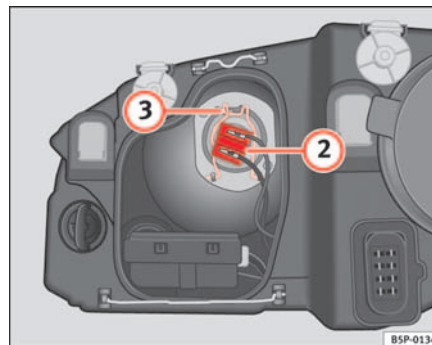

Abb. 176 Abblendlicht
- Ziehen Sie den Stecker ⇒ Seite 254, Abb. 176 ② von der Lampe ab.
- Die Haltefeder ⇒ Seite 254, Abb. 176 ③ durch Eindrücken und Rechtsdrehung abnehmen.